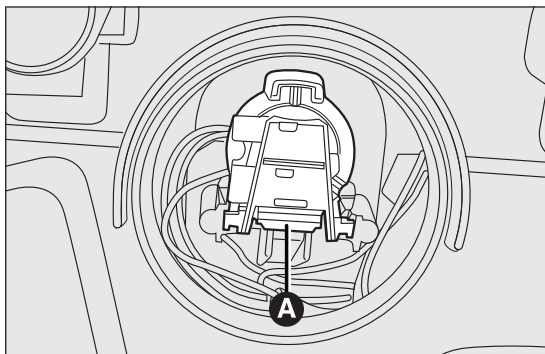

fig. 113
- ☐ presionar sobre el dispositivo de fijación A fig. 113 y extraer el portalámparas;